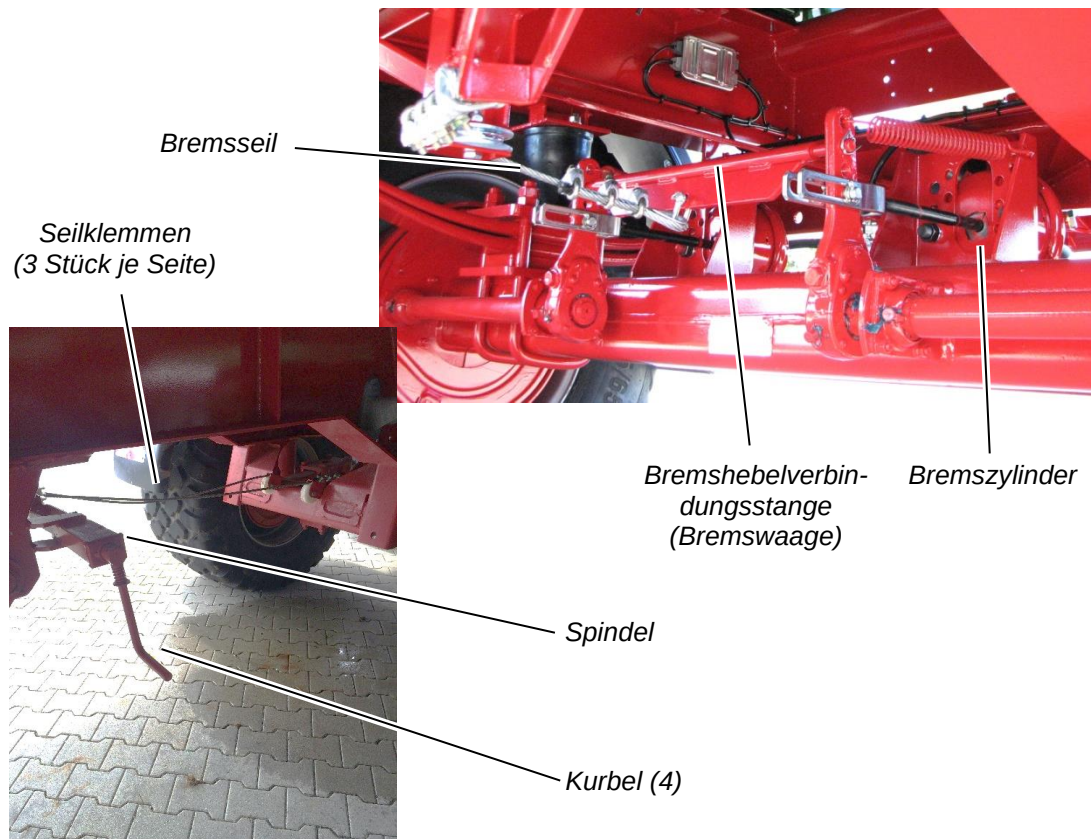

Abbildung 56: Feststellbremse an der Hinterachse
⇒ Lösen Sie die 3 Seilklemmen einer Seite (siehe Abbildung 56).
- ⇒ Schrauben Sie die 3 Seilklemmen wieder fest an (siehe Abbildung 56, Seite 128).
- ⇒ Lösen Sie alle 6 Seilklemmen (siehe Abbildung 56) und setzen Sie die 6 Seilklemmen neu.
- ⇒ Schrauben Sie alle 6 Seilklemmen wieder fest an (siehe Abbildung 56, Seite 128).
- ⇒ Schrauben Sie alle 6 Seilklemmen fest an (siehe Abbildung 56, Seite 128).